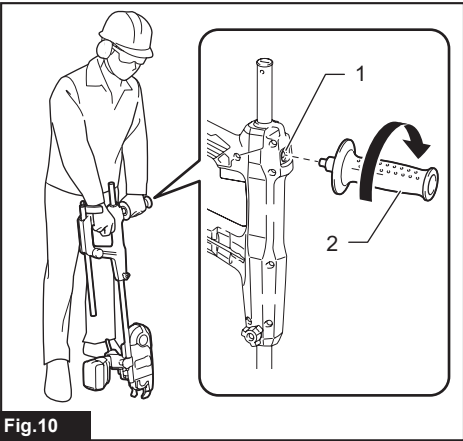

Fig.10
► **Fig.10:** 1. Mounting hole 2. Side grip
► **Fig.10:** 1. Furo de instalação 2. Punho lateral